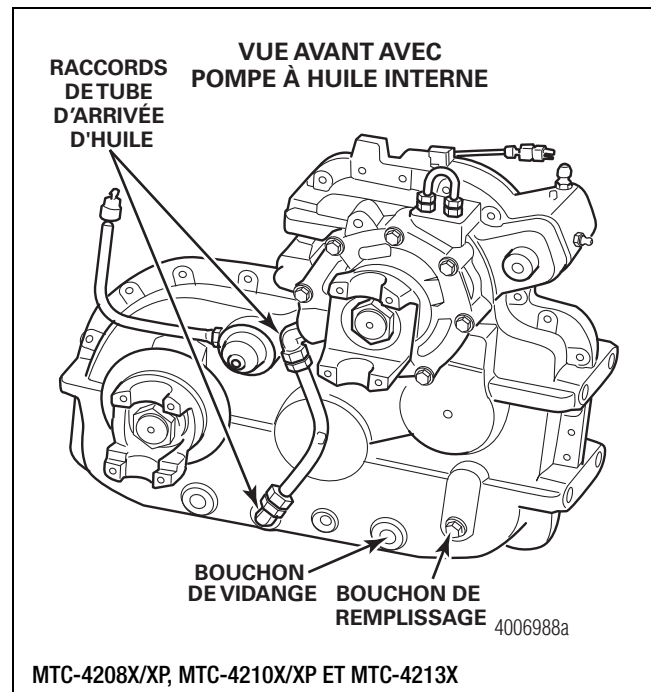

Figure 4.2
- A. Débrancher la canalisation d'arrivée d'huile du couvercle de pompe à huile. Figure 4.2.
1. Débrancher la canalisation d'huile du logement de roulement d'arbre d'entrée. Figure 4.2.